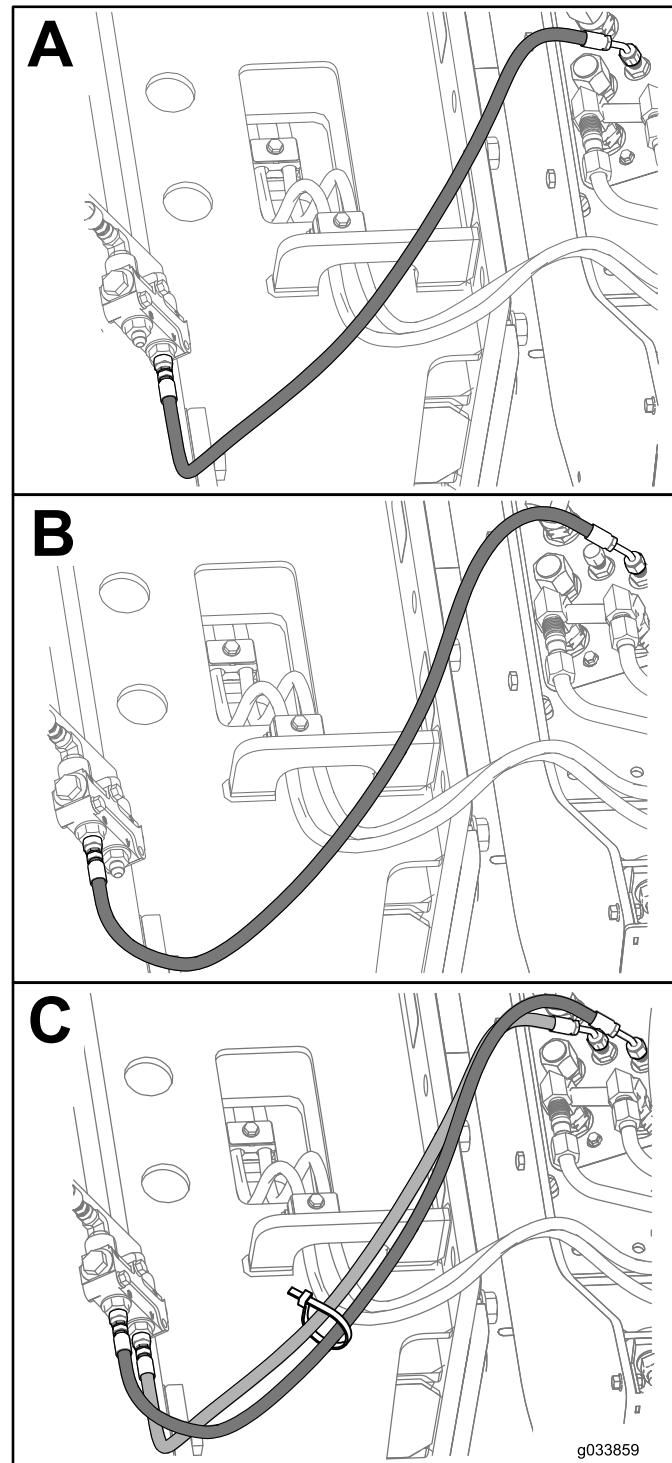

Figura 7
1. Instale as mangueiras hidráulicas da valetadeira como mostrado na Figura 7.